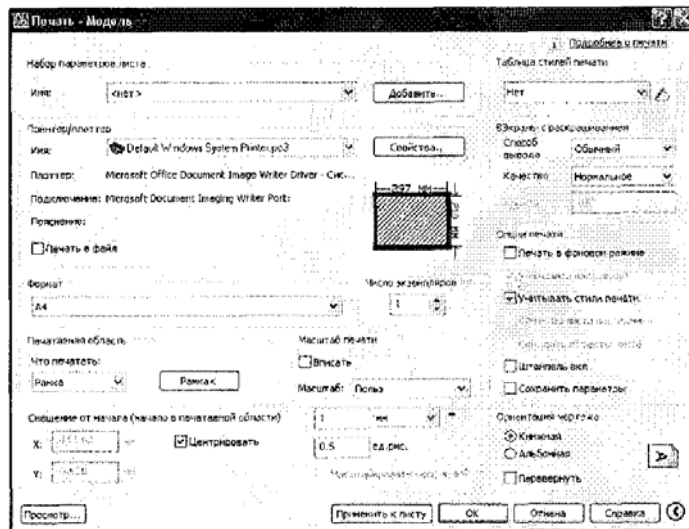

Рис. 65. Диалоговое окно **Печать**
– в меню **Файл** и нажмите **Печать** (рис. 65);